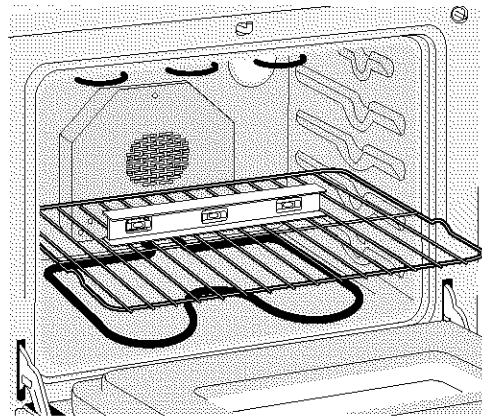

Figura 9
- G. **Nivele la estufa. El piso donde la estufa se va a instalar tiene que estar nivelado** (Figura 9).